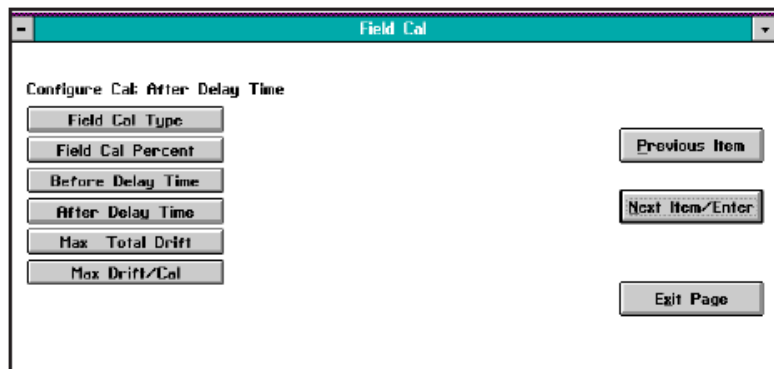

図 3-8 *Configure Cal* ウィンドウ
4. *Configure Cal* ウィンドウ（3-15 ページの図 3-8）において、*Field Cal Type* ボタンをクリックします。
Configure Cal オプションで、現場校正のタイプと各種の校正パラメータを変更することができます。*Configure Cal* ボタンをクリックすると、下記の図 3-8 のようなウィンドウが開きます。